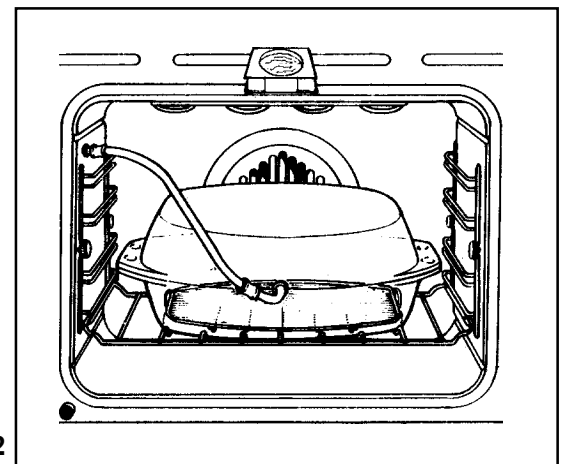

Fig. 12
- un double plat de cuisson diététique, fourni avec un moule permettant à un injecteur de vapeur de s'y glisser (Fig. 12);
Le double plat de cuisson diététique (Fig. 12) est tout particulièrement recommandé pour la cuisson des légumes afin de conserver leur saveur originale et leur valeur nutritionnelle.